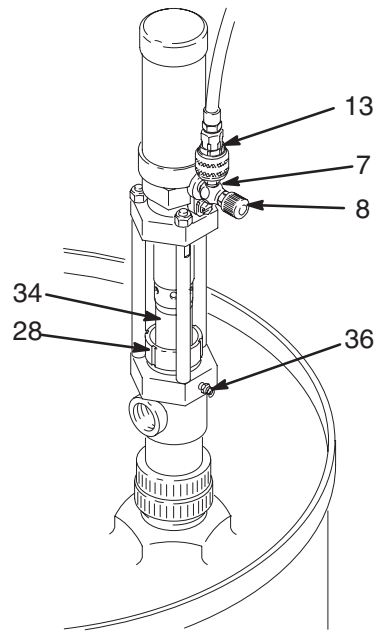
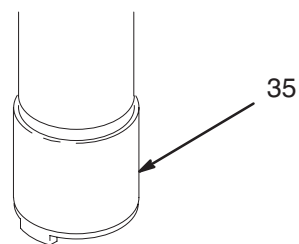

Abb. 4
Abb. 5
Beim Abschalten der Anlage die Luftkupplung (13) abnehmen. Siehe Abb. 4.
1. Die Patrone (16) mit dem IPL-Schmiermittel in die Spritzpistole einlegen.
2. Nach jedem Arbeitstag die Pumpe so anhalten, dass sich die Kolbenstange (34) in der untersten Position befindet, dann die Packungen großzügig mit dem IPL-Schmiermittel über den Schmiernippel (36) einfetten. Gute Schmierung der Pumpe verhindert ein Festsitzen der Pumpe. Siehe Abb. 4.
3. Das überflüssige, verschmutzte IPL-Schmiermittel rund um die Packungsmutter (28) und die Kolbenstange (34) abwischen.
Wenn die Luftzufuhr trocken ist, muss die Luft zum Luftmotor von Zeit zu Zeit geölt werden. Für manuelle Ölung Luft abstellen und ca. 15 Tropfen leichtes Motoröl in den Luft-einlass (7) geben, den Schlauch wieder anschließen und die Luftzufuhr einschalten. Siehe Abb. 4.
1. Luftventil (8) bzw. Regler öffnen, um die Pumpe zu starten. Pumpe für ca. 5 Minuten langsam laufen lassen.
4. Auf das Einlassventil (35) drücken, um den unteren Teil der Pumpe zu entleeren. Siehe Abb. 5.
Regelmäßig die Dichtheit der Packungsmutter (28) überprüfen. Sie sollte gerade fest genug angezogen sein, um Leckagen zu verhindern, jedoch nicht fester. Siehe Abb. 4. Wenn die Leckage nicht gestoppt werden kann, sind die Packungen auszuwechseln, um Kontakt mit dem gepumpten Material zu vermeiden.